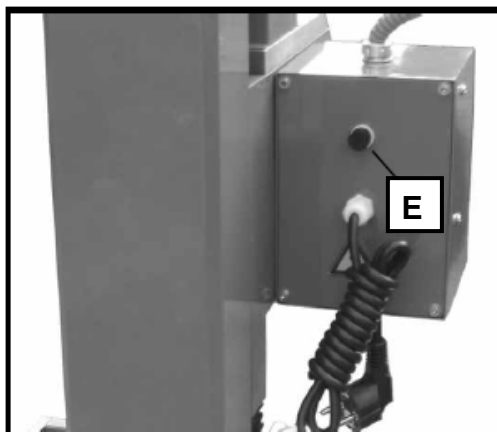

Рисунок 11.
8.2.4. Предохранитель (Рисунок 11, Е).